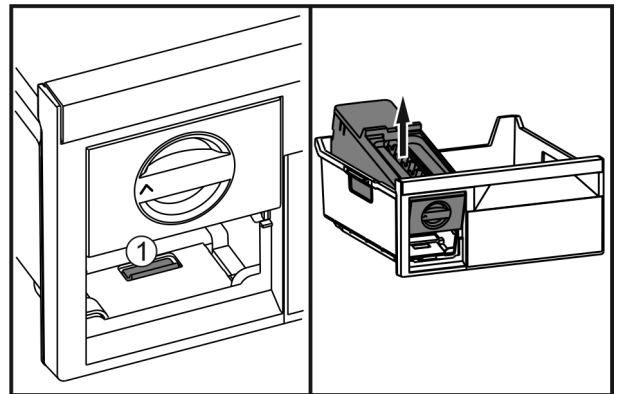

Fig. 38
► Appuyer sur la languette Fig. 38 (1), soulever l'EasyTwist-Ice depuis l'arrière et le faire sortir du tiroir de congélation.